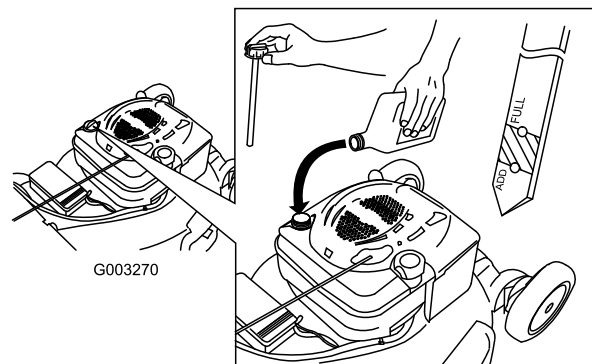

Figura 49
4. Vierta **lentamente** aceite en el tubo de llenado hasta que el nivel llegue a la marca "Full" (lleno) de la varilla (Figura 49). **No llene demasiado.** (Capacidad máxima: 0,59 l (20 onzas), tipo: SAE 30W, aceite detergente con clasificación de servicio API SF, SG, SH, SJ, SL o superior.)